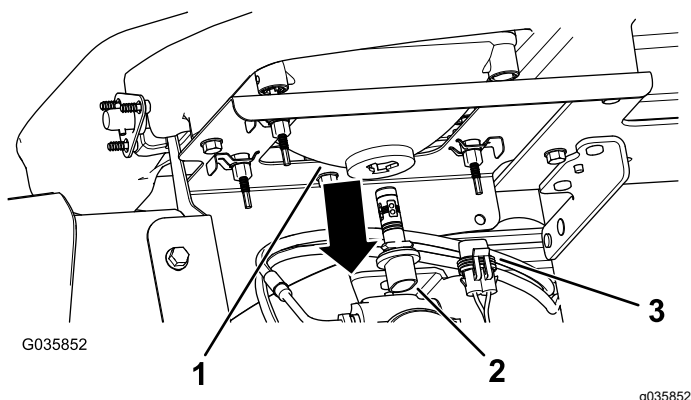

Рисунок 52
3. Отсоедините электрический соединитель жгута проводов от соединителя лампы в сборе в задней части корпуса передней фары (Рисунок 52).
4. Поверните лампу в сборе на ¼ оборота против часовой стрелки и одновременно переместите ее назад, чтобы извлечь из корпуса фары (Рисунок 52).
5. Вставьте новую лампу в сборе и корпус фары, совместите выступы в лампе с пазами в корпусе фары (Рисунок 52).
6. Закрепите лампу в сборе, повернув ее на ¼ оборота по часовой стрелке (Рисунок 52).
7. Подсоедините электрический соединитель жгута к соединителю нового узла лампы (Рисунок 52).